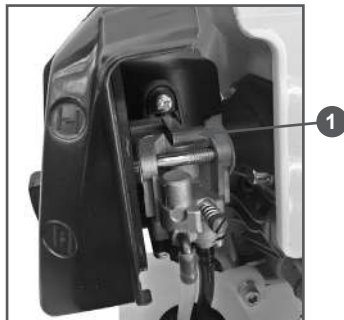

Рис. 8 Расположение воздушной заслонки
4. Закройте воздушную заслонку. Для этого рычаг заслонки 1 поднимите вверх (Рис.8).